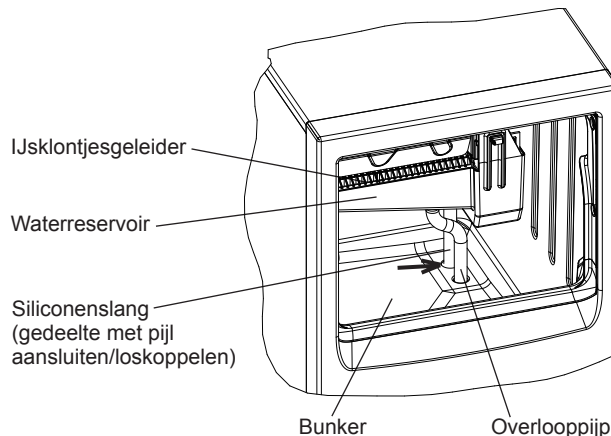

Fig. 5
- Koppel de siliconenslang los om het water uit het waterreservoir af te voeren. Sluit de siliconenslang opnieuw aan in de juiste positie nadat alle water is weggestroomd. Zie fig. 5.